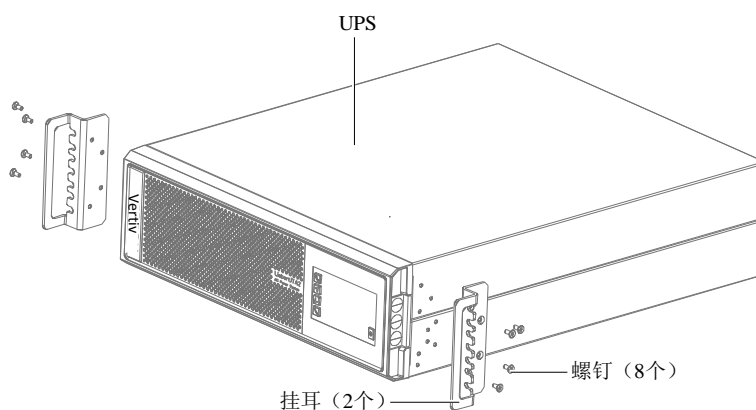

图2-10 安装挂耳
1. 使用 M4×10 螺钉（8 个）将 2 个挂耳（附件）分别固定在 UPS 的前面板两侧，如图 2-10 所示。